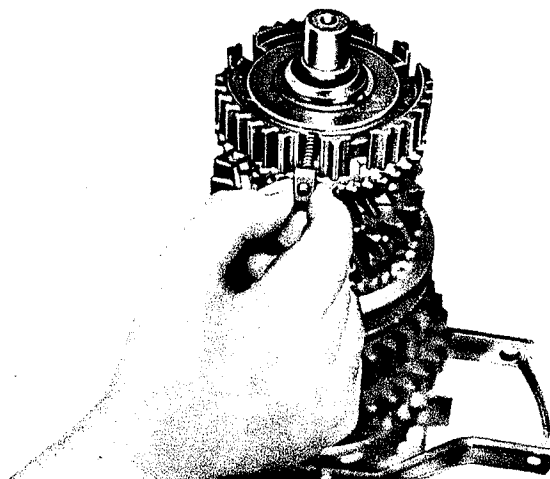
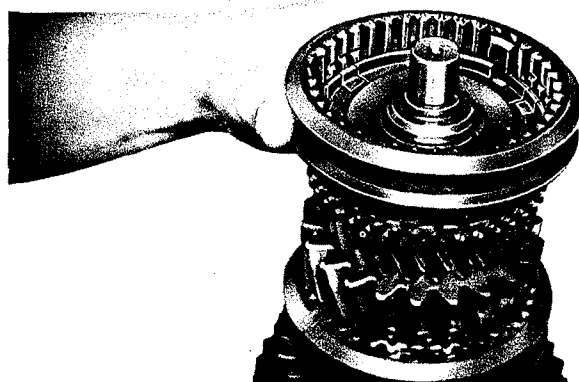

Fig. 38
Fig. 39
19. Monter les pièces de synchronisation (fig. 38) et le manchon baladeur (fig. 39) de la manière décrite aux § 13 et 14.